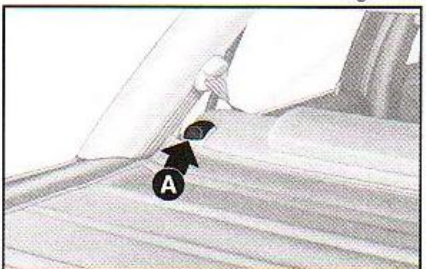

fig. 108
4) Soltar a trava do encosto atuando na alavanca lateral A - fig. 108;